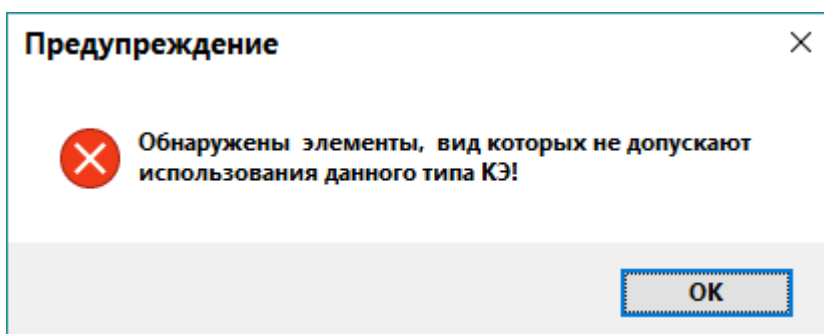

Рис.16.13. Диалоговое окно **Предупреждение**
- В появившемся диалоговом окне **Предупреждение** (рис.16.13) щелкните по кнопке **ОК**.